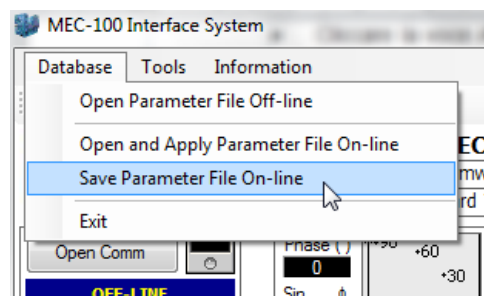

Fig. 5.6.1.a
- Cliccare la voce *Archivio* nella barra menu del MEC-100 Interface System (vedi Fig. 5.6.1.a).